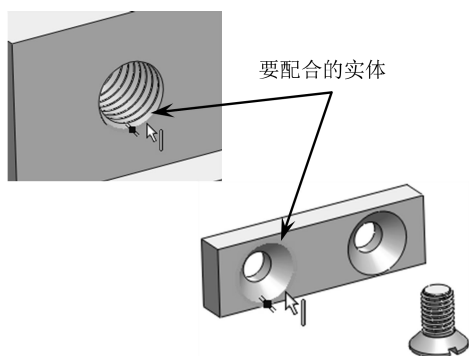

图 7-42 选择要配合的实体
- 05 在【装配体】选项卡中单击【配合】按钮, 属性管理器中显示【配合】属性面板。然后在图形区中选择钳口板的孔边线和活动钳口中孔边线作为要配合的实体, 如图 7-42 所示。